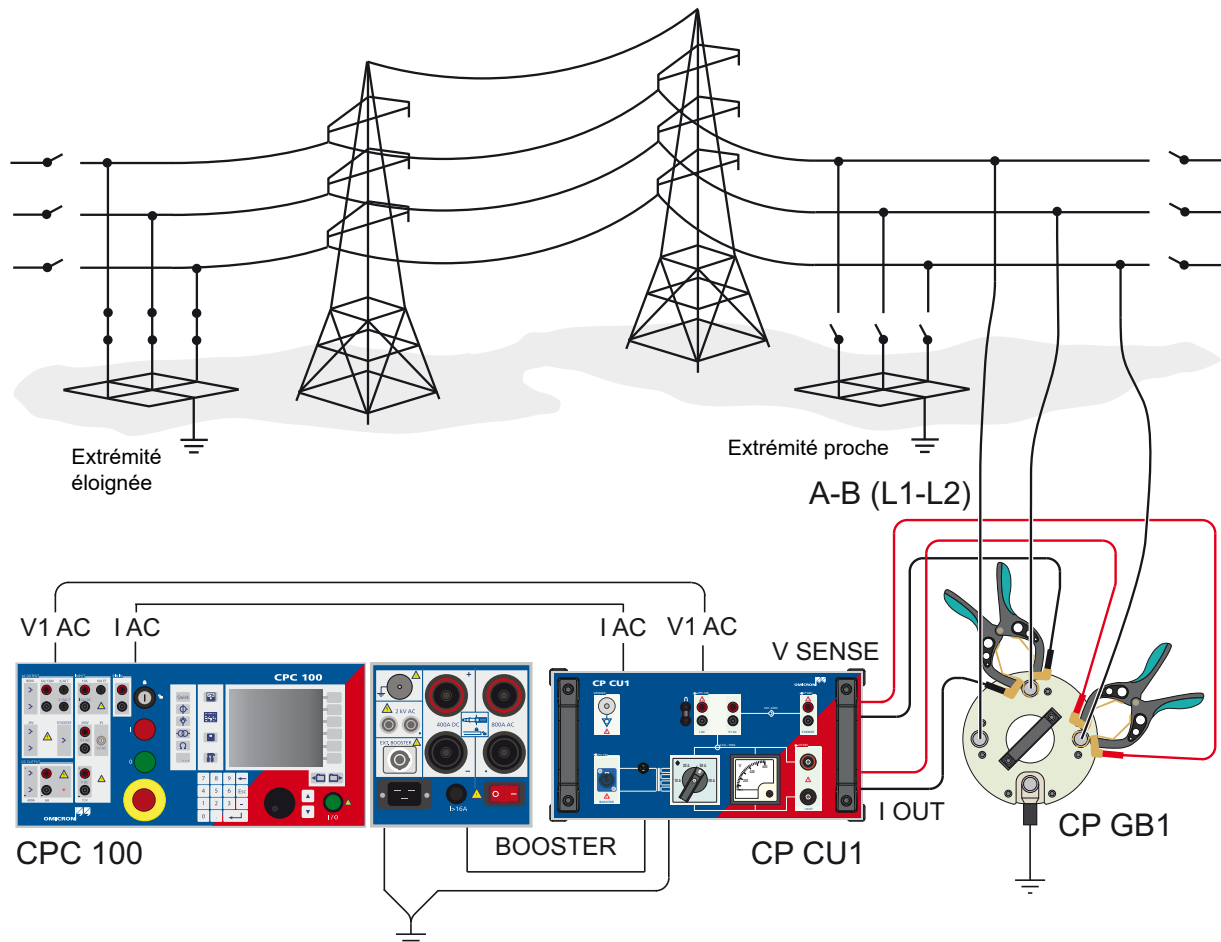
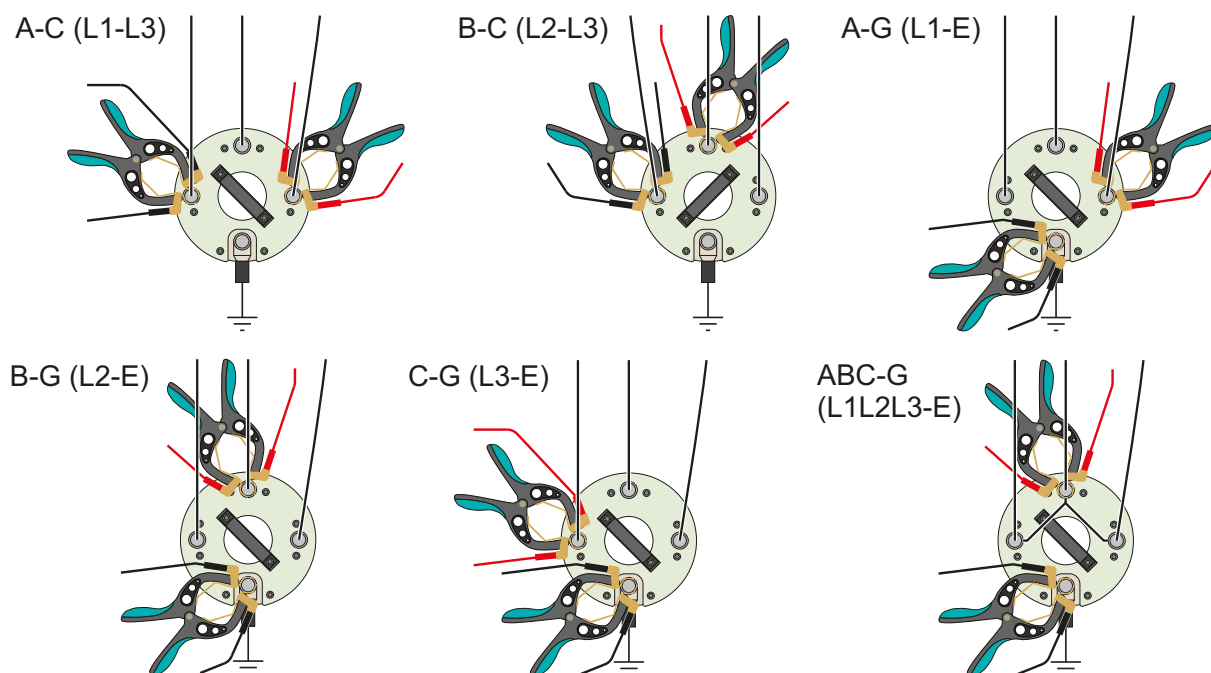

Figure 4-8: Boucle de mesure d'impédance de ligne A-B (L1-L2)
Figure 4-9: Connexion des pinces pour les boucles de mesure 2 à 7
La figure 4-8 ci-dessous présente un exemple de connexion du *CP CU1* au *CP GB1* pour la boucle de mesure L1-L2.
2. Modifier les connexions pour les autres boucles de mesure, comme illustré à la figure 4-9 ci-après.
3. Appuyer sur le bouton **I/O** situé sur le panneau avant du *CPC 100* pour lancer la mesure une fois les pinces correctement connectées au *CP GB1* comme indiqué sur la carte de test **Schéma** appropriée ainsi qu'à la Figure 4-8: «Boucle de mesure d'impédance de ligne A-B (L1-L2)» page 43 et à la Figure 4-9: «Connexion des pinces pour les boucles de mesure 2 à 7» page 44.
1. Appuyer sur le bouton **I/O** situé sur le panneau avant du *CPC 100* pour lancer la mesure une fois les pinces correctement connectées au *CP GB1* comme indiqué sur la carte de test **Schéma** appropriée ainsi qu'à la Figure 4-8: «Boucle de mesure d'impédance de ligne A-B (L1-L2)» page 43 et à la Figure 4-9: «Connexion des pinces pour les boucles de mesure 2 à 7» page 44.